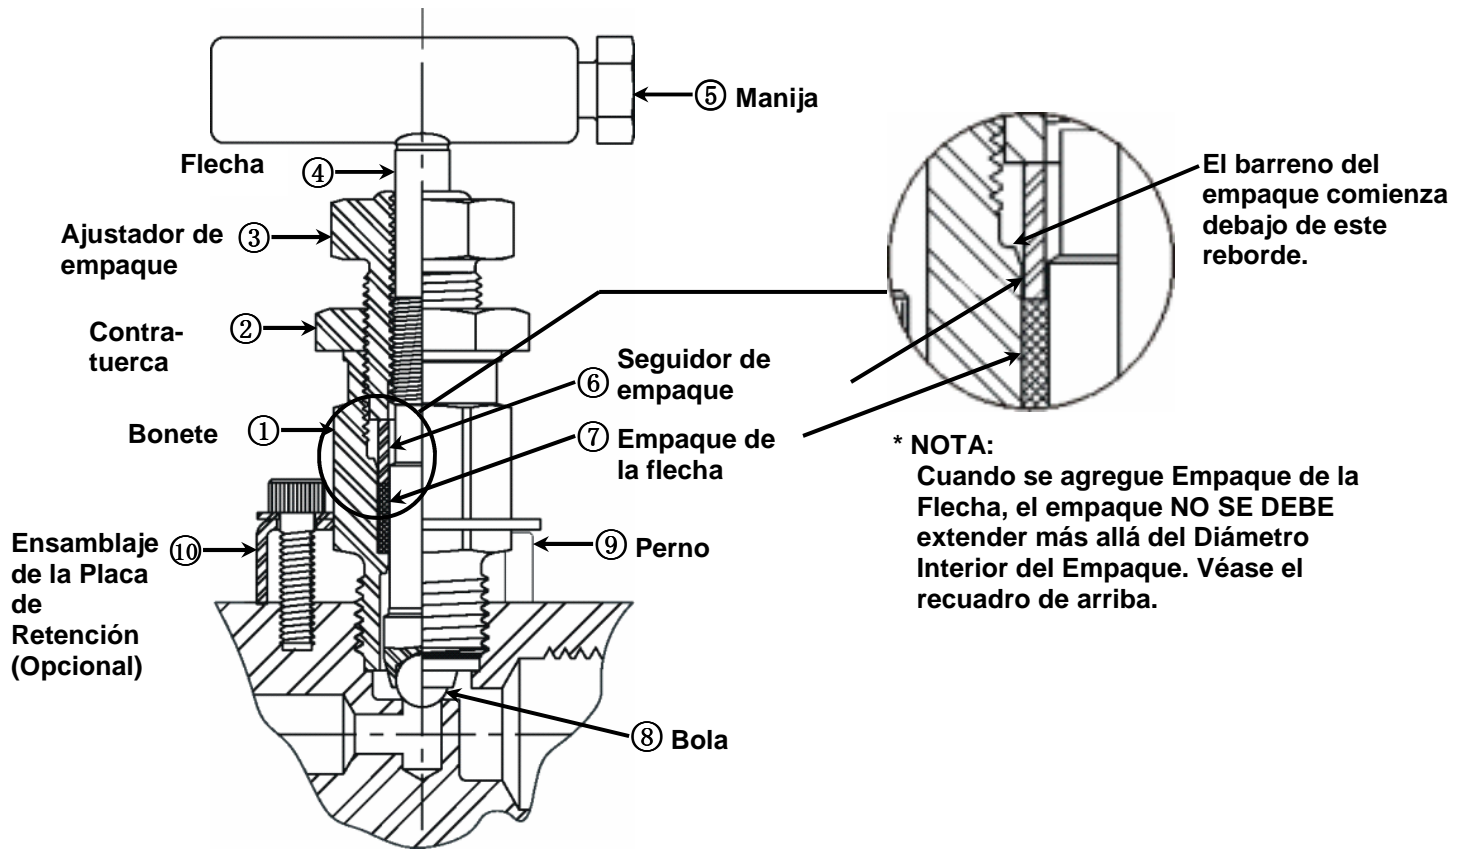

FIGURA 1
NOTA: El ajuste del empaque de la flecha puede ser realizado sin peligro mientras la válvula o el manifold estén en condiciones de presión máxima de la línea. Refiérase a la Figura 1 para los nombres y números de las partes correspondientes.
Si el Ajustador de Empaque no da vueltas al aplicarle fuerza razonable, ha tocado fondo y el Empaque de la Flecha (Elemento 7 en la Figura 1) debe ser reemplazado. Véase la Sección III, en la página 6, para las INSTRUCCIONES PARA AGREGAR EMPAQUE A LA FLECHA.
NOTA: Refiérase a la Figura 1, para los nombres de las partes correspondientes.
El Perno usado (Elemento 9 en la Figura 1), debe ser desechado.
11. Inserte un nuevo Empaque de la Flecha, (Elemento 7 en la Figura 1) dentro del Cuerpo del Bonete.
Asegúrese que los Anillos del Empaque queden planos y debajo del diámetro interior más grande, en el Cuerpo del Bonete (Véase el recuadro de la Figura 1)
16. Gire la Manija **hacia la izquierda** hasta que sienta que el asiento posterior de la Flecha está contra el Bonete. La Bola (Elemento 8, en la Figura 1) ahora está en la posición de “totalmente arriba”.